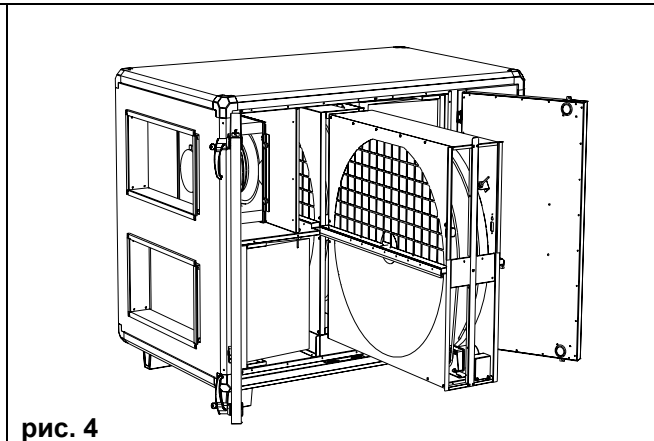

рис. 4
2. Проверка теплообменника (1 раз в год), (Рис.4)